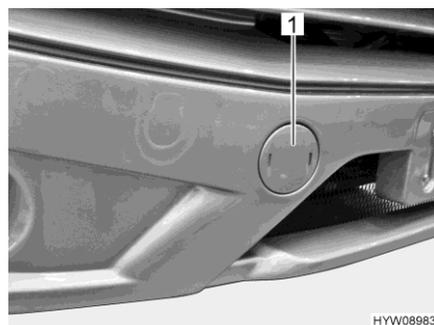

Fig. 28 Cubierta (alojamiento de la argolla de remolque)
- Retirar la tapa (Fig. 28,1) usando un destornillador como palanca.